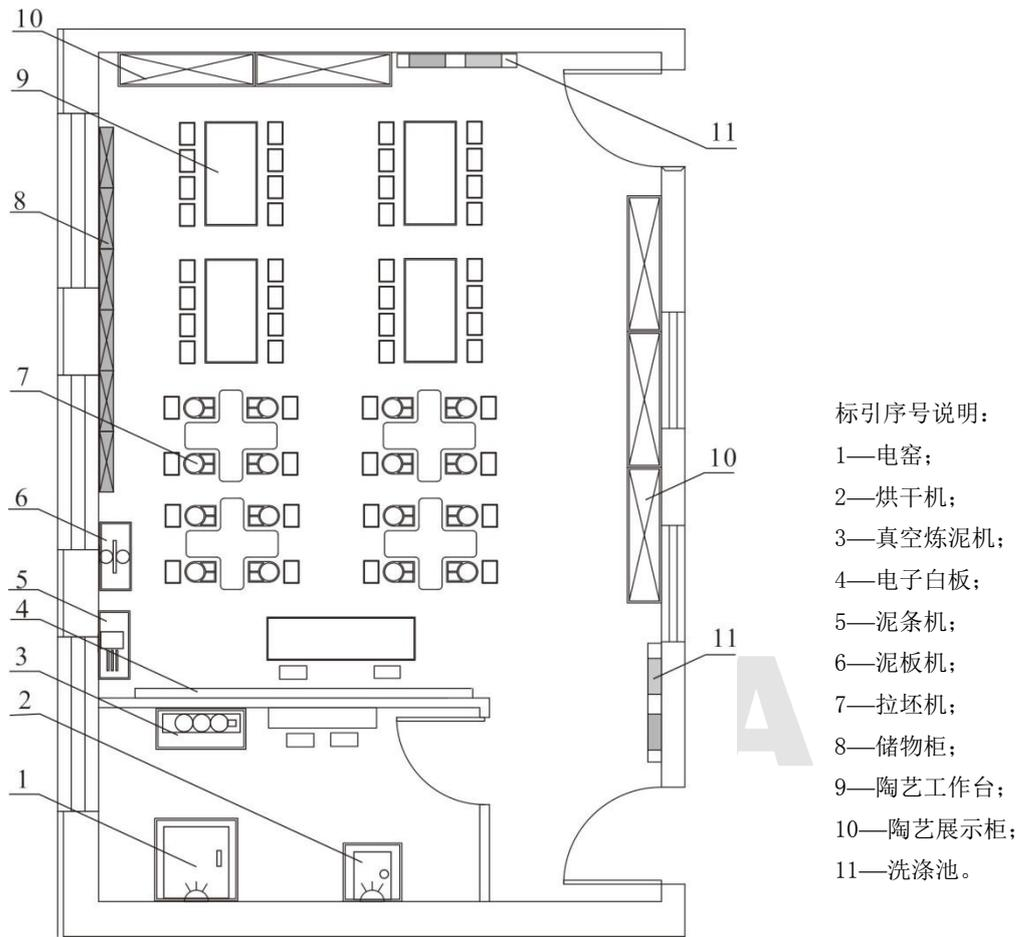

图 A.1 陶艺教室布置示意图（一）
A.1 陶艺教室的布置示意图 A.1、图 A.2 和图 A.3。各图均为示意图，实际配备时可以根据场地面积、班级人数及设备器材进行调整。